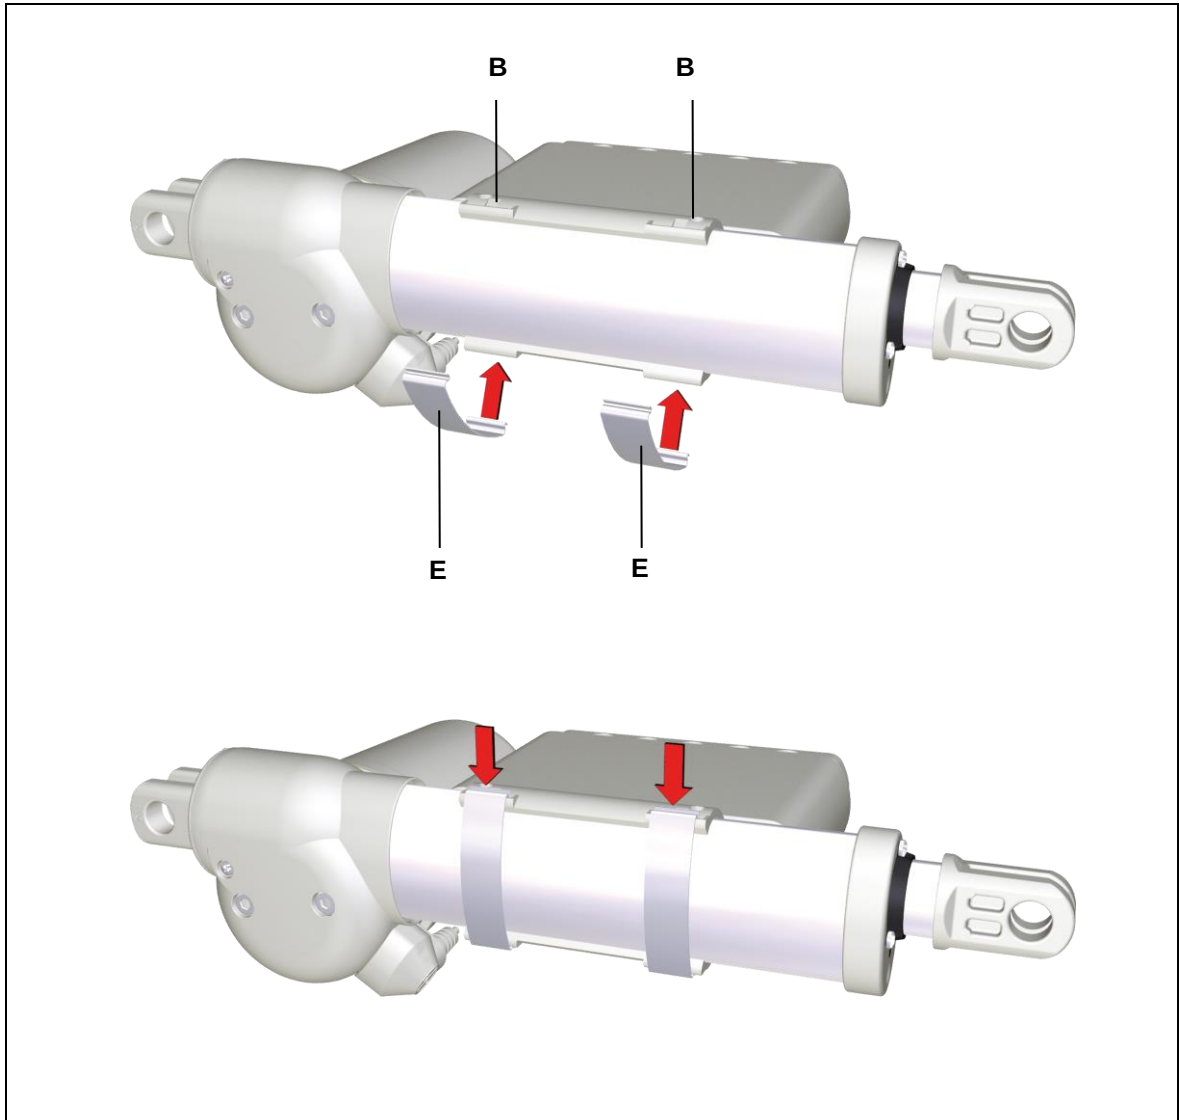

Abbildung 11 Anbringen der Befestigungsklammern
- 4 Lösen Sie die beiden Befestigungsklammern der Steuerung ECS (siehe Abbildung 11).